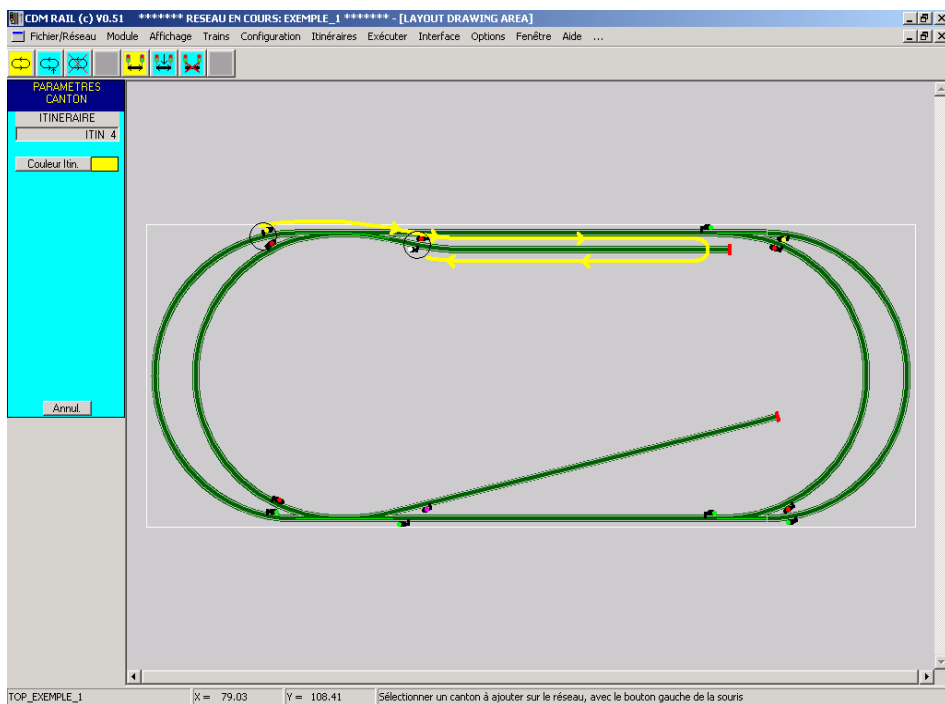

Figure 7-14 Ajout du deuxième canton: redémarrage de la voie de garage.
- **Figure 7-14:** ajout du deuxième canton (départ de la voie de garage).